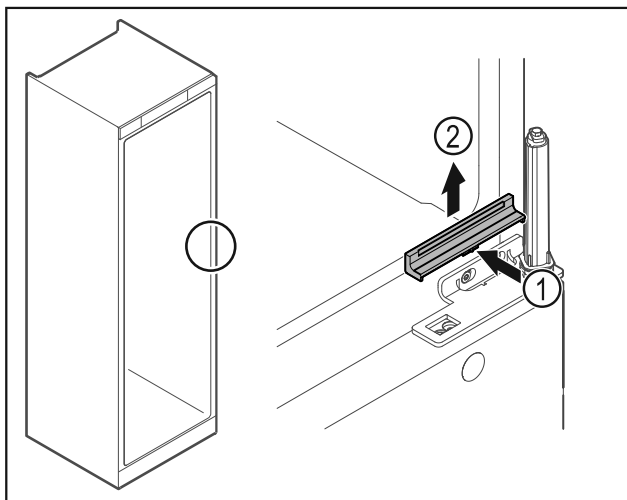

Fig. 25
- ▶ Appuyer légèrement sur le centre du cache Fig. 25 (1) et le retirer par le haut Fig. 25 (2).